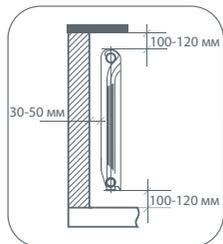

рис. 1
1. Для эффективной работы радиатора необходимо соблюдать монтажные расстояния, указанные на рис. 1